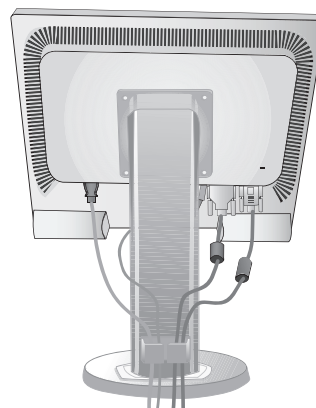
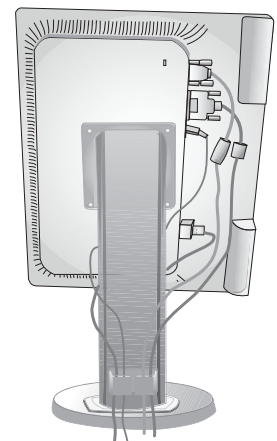

Figura B.2
Figura B.3
5. Posizionare il cavo segnali video e il cavo di alimentazione tra i fori del supporto, come indicato in **Figura B.2/Figura B.3**.